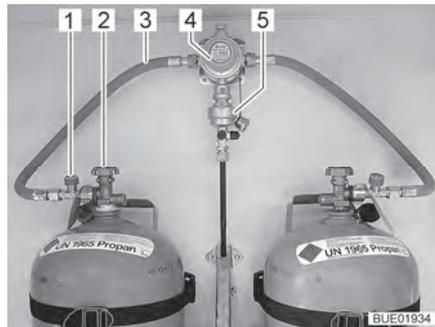
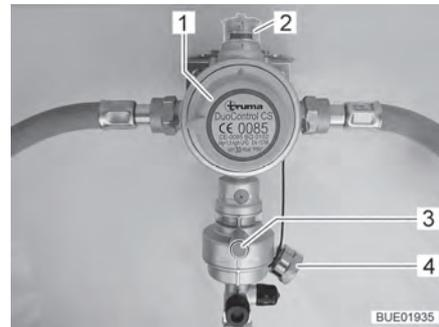
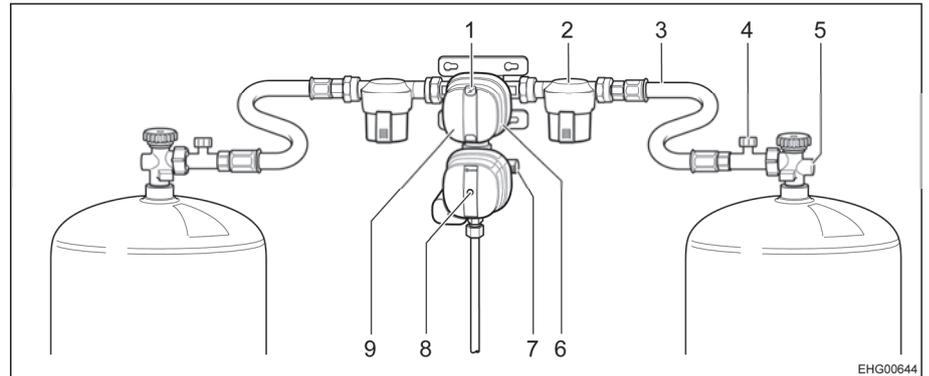

Fig. 67 Bombole del gas con DuoControl
Fig. 68 Impianto di regolazione DuoControl
Fig. 69 Impianto di regolazione pressione gas DuoControl CS
L'impianto di regolazione DuoControl consiste in una valvola di commutazione (Fig. 67,4) e un sensore crash (Fig. 67,5). L'impianto di regolazione DuoControl è installato tra i tubi flessibili del gas (Fig. 67,3) con un dispositivo antirottura del tubo flessibile (Fig. 67,1). Con la manopola (Fig. 68,1) sulla valvola di commutazione è possibile stabilire quale delle bombole del gas viene utilizzata come bombola in uso e quale come bombola di riserva. Nella finestra di controllo (Fig. 68,2) viene visualizzato lo stato del rifornimento di gas:
Il funzionamento con una sola bombola del gas è consentito, ma in questi casi il collegamento aperto deve essere assolutamente chiuso con una copertura cieca (Fig. 68,4).
Il sensore crash blocca l'alimentazione del gas in caso di forti vibrazioni (es. incidente). Il sensore crash viene azionato mediante pressione del tasto reset verde (Fig. 68,3).
Il dispositivo antirottura del tubo flessibile (Fig. 67,1) blocca il flusso di gas quando il tubo flessibile collegato si rompe. Il dispositivo antirottura del tubo flessibile deve essere attivato premendo il tasto verde.
L'impianto di regolazione DuoControl consiste in una valvola di commutazione con sensore crash (Fig. 69,9). L'impianto di regolazione DuoControl è montato tra i tubi flessibili per alta pressione (Fig. 69,3) con dispositivo antirottura del tubo flessibile (Fig. 69,4). Con la manopola (Fig. 69,6) sulla valvola di commutazione è possibile stabilire quale delle bombole del gas viene utilizzata come bombola in uso e quale come bombola di riserva.
Sull'indicatore di stato (Fig. 69,1) viene visualizzato lo stato del rifornimento di gas:
Il funzionamento con una sola bombola del gas è consentito, ma in questi casi il collegamento aperto deve essere assolutamente chiuso con un coperchio a vite (Fig. 69,7).
Il sensore crash blocca l'alimentazione del gas in caso di forti vibrazioni (es. incidente). Il sensore crash viene azionato mediante la pressione del pulsante di reset giallo (Fig. 69,8).
Il dispositivo antirottura del tubo flessibile (Fig. 69,4) blocca il flusso di gas quando il tubo flessibile collegato si rompe.
Tramite la centralina di controllo (Fig. 70) è possibile attivare e disattivare l'alimentazione del gas tramite l'impianto di regolazione DuoControl. Le valvole principali di arresto (Fig. 69,5) delle bombole del gas e i rubinetti di arresto del gas degli apparecchi devono essere aperti manualmente.
- la manopola (Fig. 69,6) sulla valvola di commutazione selezionare la bombola del gas, da cui proviene la principale alimentazione del gas (bombola in uso). Girare la manopola fino all'arresto.
- Aprire le valvole principali di arresto (Fig. 69,5) delle bombole del gas.
- Attivare il dispositivo antirottura del tubo flessibile. Premere per circa 5 secondi il tasto verde (Fig. 67,1) e rispettivamente il dispositivo antirottura del tubo flessibile (Fig. 69,4). Nella finestra di controllo e rispettivamente sull'indicatore di stato (Fig. 69,1) compare la tacca verde.
- Chiudere le valvole principali di arresto (Fig. 67,2 e rispettivamente Fig. 69,5) sulle bombole del gas.
Se la spia di controllo verde (Fig. 70,6) si spegne durante il funzionamento e la spia di controllo rossa (Fig. 70,5) si accende, significa che la bombola in uso è vuota e deve essere sostituita. Nella finestra di controllo (Fig. 68,2) e rispettivamente nell'indicatore di stato (Fig. 69,1) compare la tacca rossa. La bombola di riserva continua ad alimentare le utenze a gas.
- Ruotare di mezzo giro la manopola (Fig. 69,6) in direzione della bombola del gas utilizzata. In questo modo questa bombola del gas ora è la bombola in uso, mentre la bombola del gas vuota diventa la bombola di riserva. La tacca nella finestra di controllo (Fig. 68,2) e rispettivamente nell'indicatore di stato (Fig. 69,1) passa da rossa a verde.
- Chiudere la valvola principale di arresto (Fig. 67,2 e rispettivamente Fig. 69,5) sulla bombola del gas vuota. Osservare la direzione della freccia.
- Attivare il dispositivo antirottura del tubo flessibile. Premere per circa 5 secondi il tasto verde (Fig. 67,1) e rispettivamente il dispositivo antirottura del tubo flessibile (Fig. 69,4).